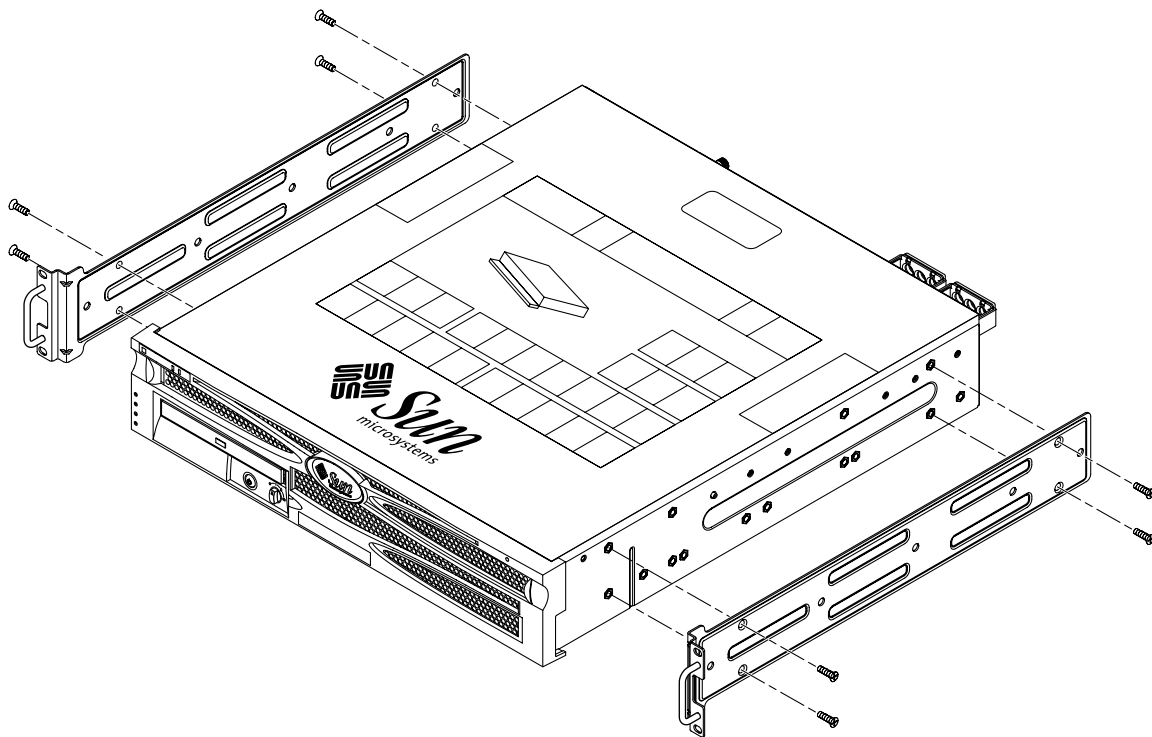

图 3-2 将固定式安装托架固定到服务器上
2. 用八颗自带的 M5 × 8 毫米十字平头螺钉（每个托架用四颗），将两个固定式安装托架分别固定在服务器的两侧（图 3-2）。